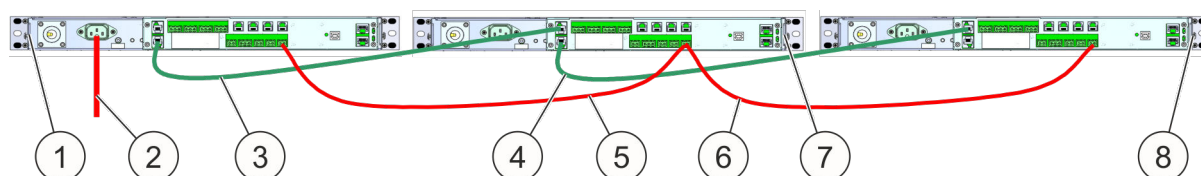

Fig. 53: Suministro de energía y cable de datos
1. ➤ Conectar la alimentación de red (Fig. 53/2) de 100-240 V CA al maestro (Fig. 53/1).
2. ➤ Establecer la alimentación eléctrica (Fig. 53/5) entre el maestro y el primer esclavo (Fig. 53/7). Véase también ↪ Capítulo 3.3.7 “Alimentación eléctrica” en la página 29.
3. ➤ Establecer la alimentación eléctrica (Fig. 53/6) entre el primer esclavo y el siguiente esclavo (Fig. 53/8).
5. ► Conectar el *cable de conexión CAN-Bus (maestro/esclavo)* (Fig. 53/3) entre el maestro y el primer esclavo.
6. ► Conectar el *cable de conexión CAN-Bus (maestro/esclavo)* (Fig. 53/4) entre el primer esclavo y el siguiente esclavo.